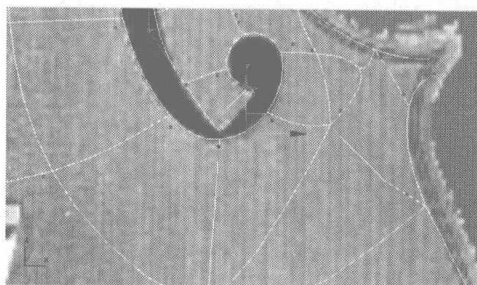
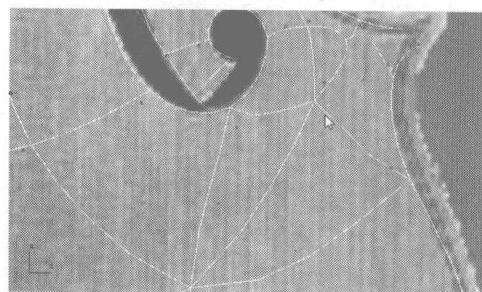
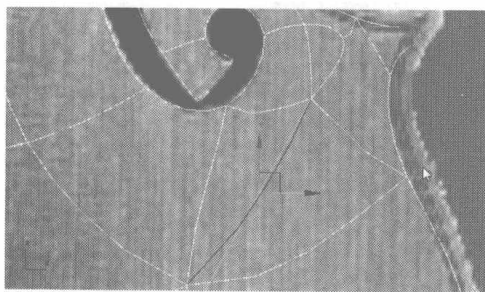
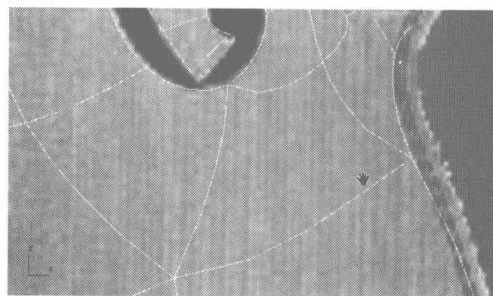

图 5.139
图 5.140
图 5.141
图 5.142
- 18** 选择如图 5.139 所示的点，单击 **Collapse** 按钮，塌陷所选的点，并调整到如图 5.140 所示的位置。选择如图 5.141 所示的曲线，按退格键将其删除，如图 5.142 所示。